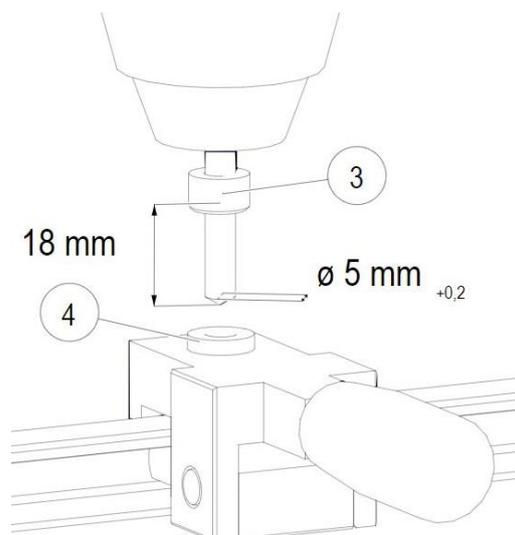

Abb. 71: Bohrung für Fixpunkt wird gebohrt
- Den Stelling (3) auf dem Bohrer platzieren (Bohrtiefe: **18 mm**) und durch die Bohrbuchse (4) bohren bis der Stelling an der Buchse anliegt (siehe Abb. 71).